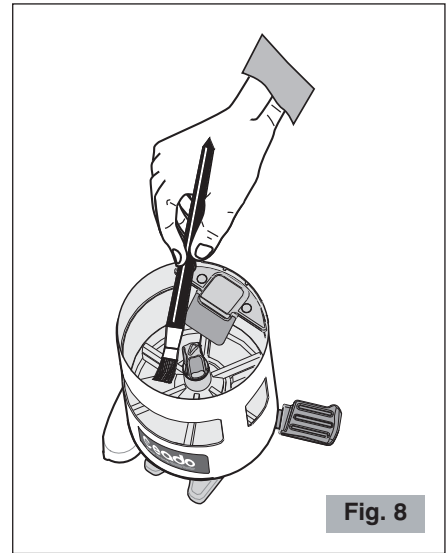

Fig. 8
- Utilizar un cepillo o un pincel (Fig. 8) para limpiar las zonas más escondidas en su interno o un paño seco para las otras superficies.